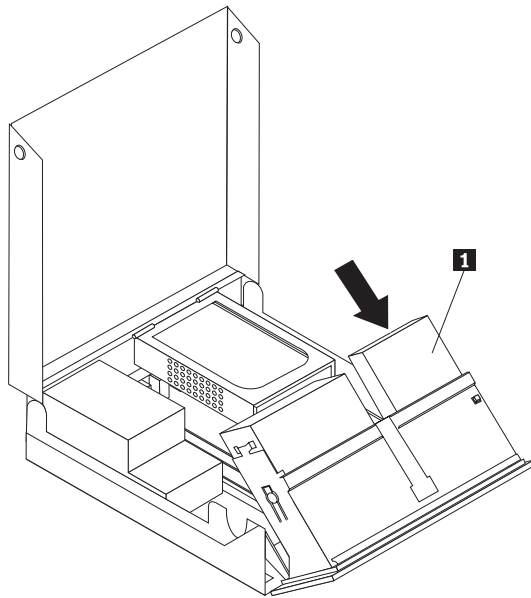

Figura 13. Acceso a las conexiones de cables
3. Gire hacia arriba el conjunto de bahías de unidades para poder acceder a las conexiones de los cables y desconecte los cables de la bahía de unidades. Consulte la Figura 13.